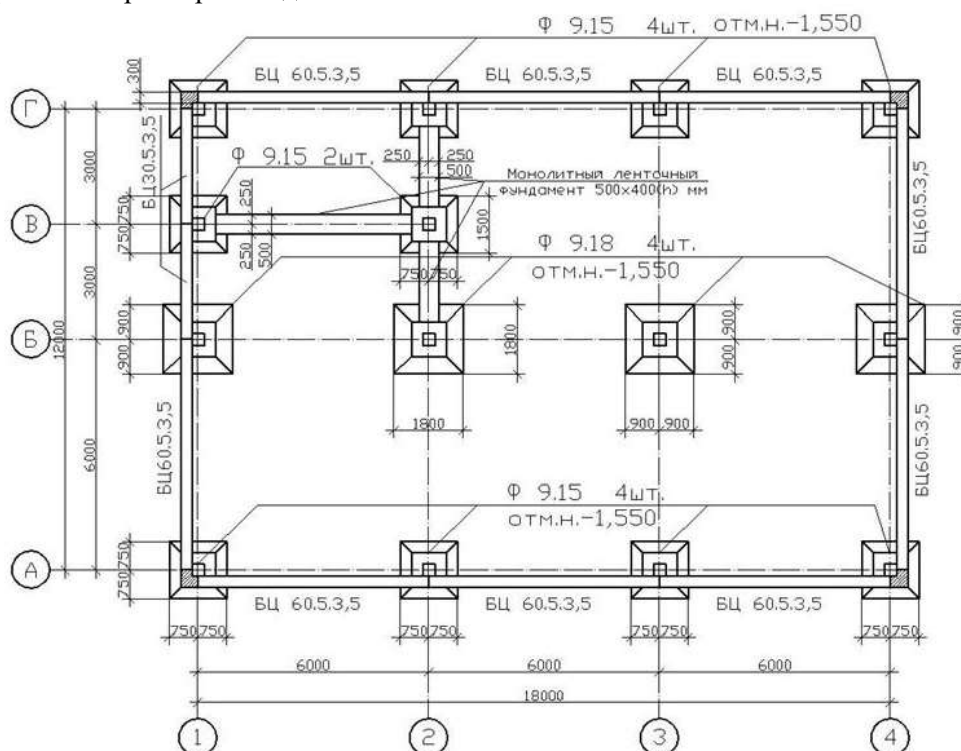

Рисунок 7.1 – Схема расположения столбчатых фундаментов
1. Вычертить координационные оси, по ним нанести столбчатые фундаменты согласно привязке колон (наружные - внутрь 130 мм, внутренние - центральная). Установить фундаментные балки, рис.7.1.